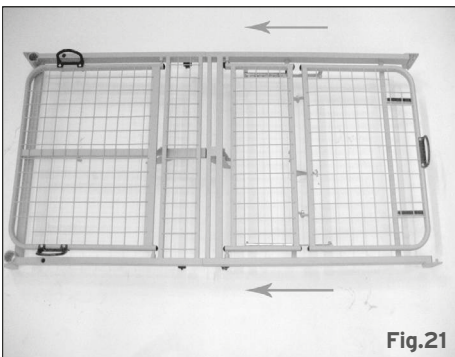

Fig.21
2. Unire a questo punto le due parti di rete allineandole e bloccandole con le 4 manopole (Fig.21)